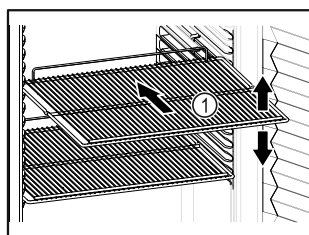

Fig. 59 Példaként szolgáló ábrázolás
- ❑ Ha a tároló rácsok Fig. 59 (1) áthelyezhetők, akkor igazítsa be őket a kívánt magasságnak megfelelően.